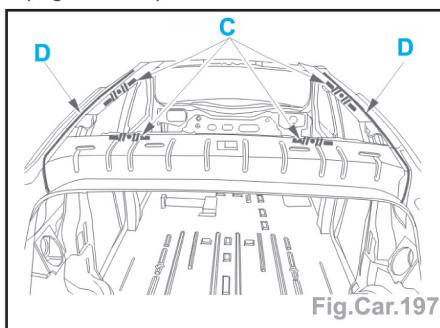

Fig.Car.197
- Poser les cordons de calage préformés (suivant **C** : longueur **300,0 mm** - \varnothing **13 mm**) (Fig.Car.197).